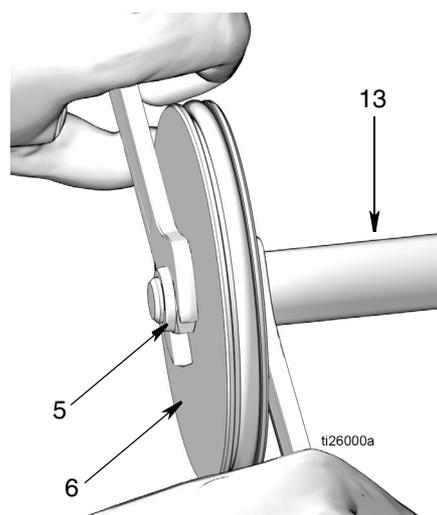

FIG. 22
- a. Saque el vástago del pistón (13) y el pistón (6) del cilindro de aire (2) (FIG. 22).
- b. Para separar el vástago del pistón (13) y el pistón (6), utilice dos llaves trabajando en direcciones opuestas. Fije una llave de boca en la parte plana del vástago del pistón y con la otra llave afloje la tuerca (5) como se observa en FIG. 22.
**NOTA:** La llave de boca que sujeta la parte plana del vástago del pistón se utiliza solo para sujetarla firmemente, por lo que **no** debe girar esta llave. Si se mueve esta llave podría arañar y dañar la superficie del pistón y provocar fugas de fluido durante la operación de la bomba. Mueva solamente la llave que sujeta la tuerca (5) para aflojarla y sacarla.